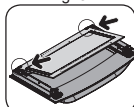

fig. 4
4. Após a limpeza, encaixe o vidro interno nos suportes inferiores (fig.4) e posicione-o sobre a porta.